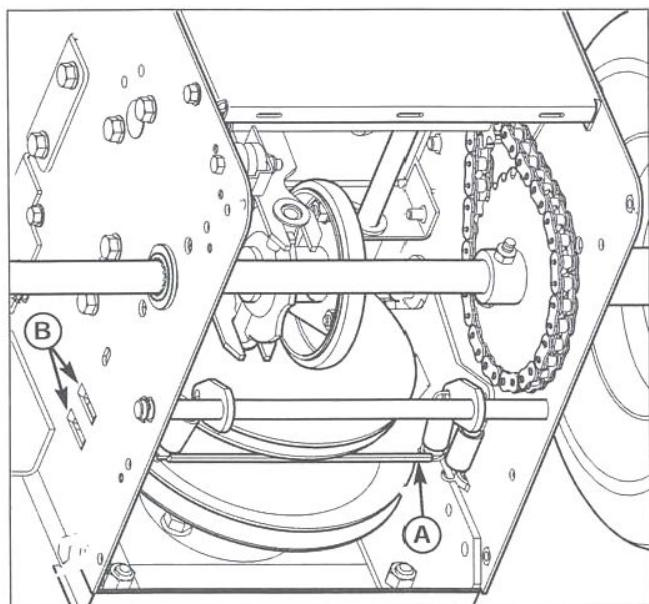

Рис. 35. Замена ремня привода хода
5. Снимите ось качающейся пластины (I), чтобы дать возможность качающейся пластине (A, рис. 35) повернуться вперед.
6. Снимите старый ремень привода хода (А) со шкивов (G) и (F). Замените ремень (А) на новый, приобретенный у авторизованного дилера.
7. Установите новый ремень привода хода (А) на шкивы (G) и (F).
8. Убедитесь, что холостой шкив (L) выровнен с ремнем привода хода (А).
9. Установите ось качающейся пластины (I) и зафиксируйте ее при помощи стопорного кольца (J), снятого ранее.
10. Нижняя часть качающейся пластины (А, рис. 35) должна быть расположена между проушинами (B). Убедитесь, что пластина хорошо закреплена.